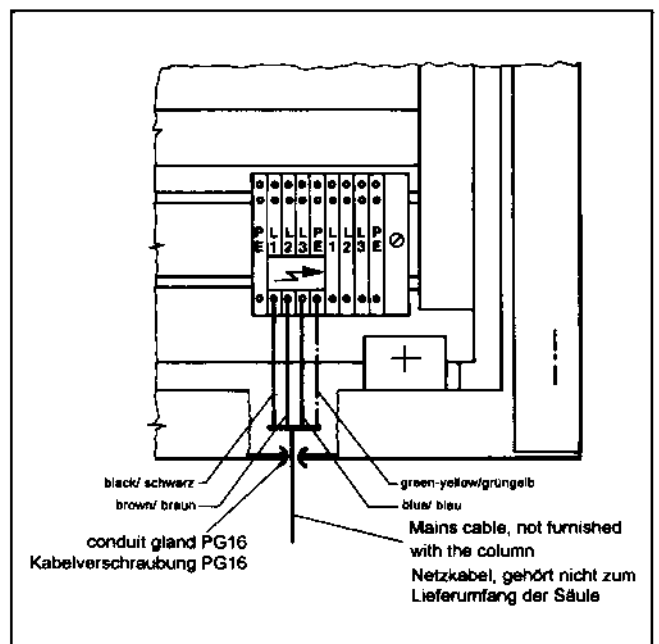

Fig. 6
**20600 E** Connection according to Fig. 6 in the switch box on lower terminal strip.
**20600 E** Anschluß entsprechend Fig. 6 im Schaltkasten auf der unteren Klemmenschiene.